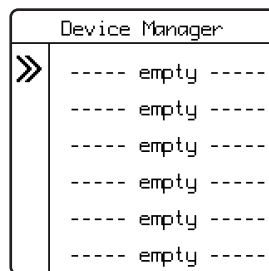

Figure 1
- Avec les touches flèches, sélectionnez une ligne vide (-----empty-----) dans la liste (Fig. 1).